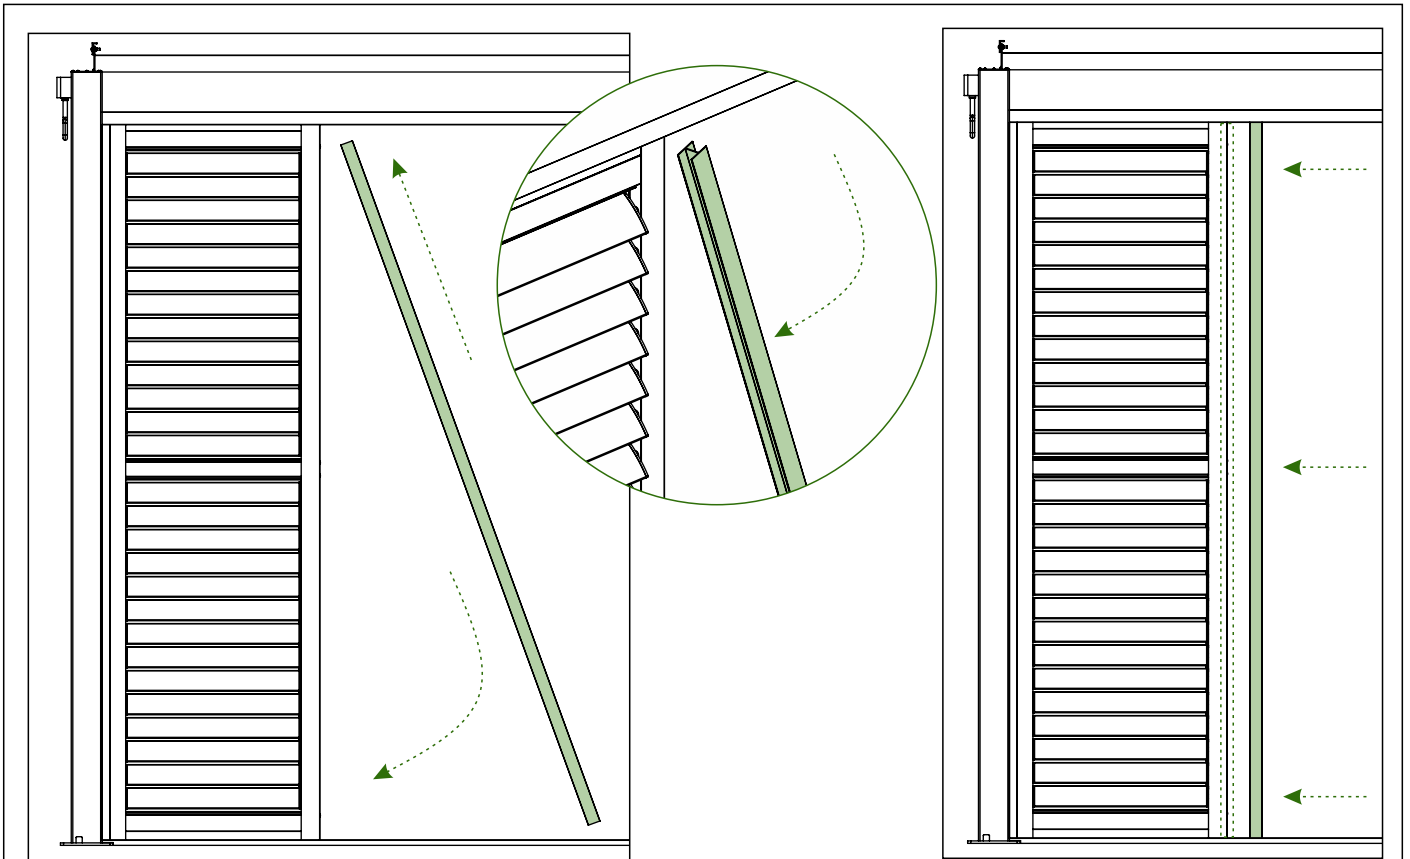

Abb. 7
5. Setzen Sie die H-Profil zuerst in die obere Schiene der Lamellenwand und daraufhin in die untere Schiene. Schieben Sie das Element bis zur Kante der Lamellenwand. Siehe Abb. 7.